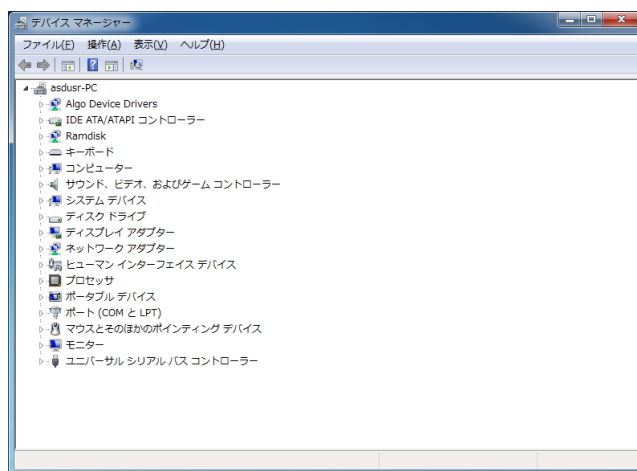

図 3-3-9-1. デバイス マネージャー
- ① スタートメニューから [コントロール パネル] を選択します。
- ② [コントロール パネル] が開きます。[システム] を実行します。
- ③ ダイアログが開きます。[デバイス マネージャー] を選択します。
- ④ [デバイス マネージャー] が開きます。(図 3-3-9-1)